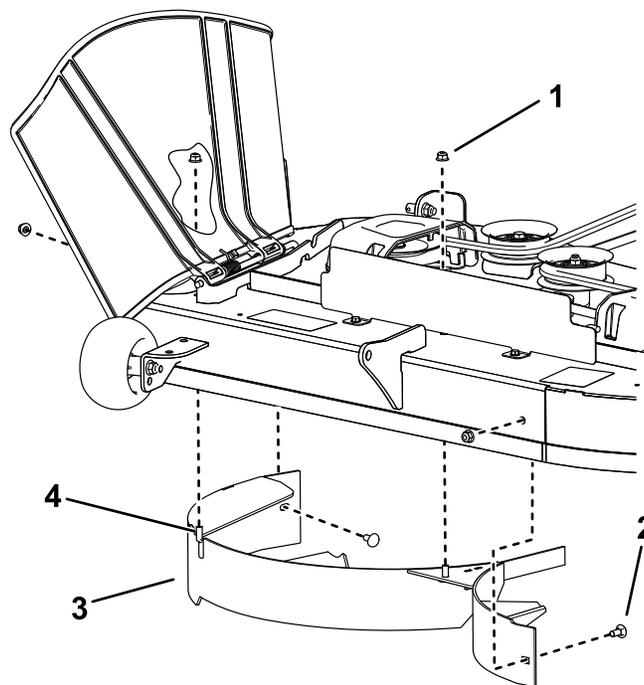

Рисунок 12
- Отверните 2 контргайки (5/16 дюйма) с приваренных стержней дефлектора (Рисунок 12).
- Отверните 2 каретных болта с 2 контргайками, которые крепят дефлектор к деке, и снимите дефлектор (Рисунок 12).
- Найдите 2 болта в наборе отдельных деталей и используйте имеющиеся контргайки, чтобы установить эти крепежные детали в отверстия, используемые для приваренных стержней (Рисунок 12), для предотвращения выброса мусора.